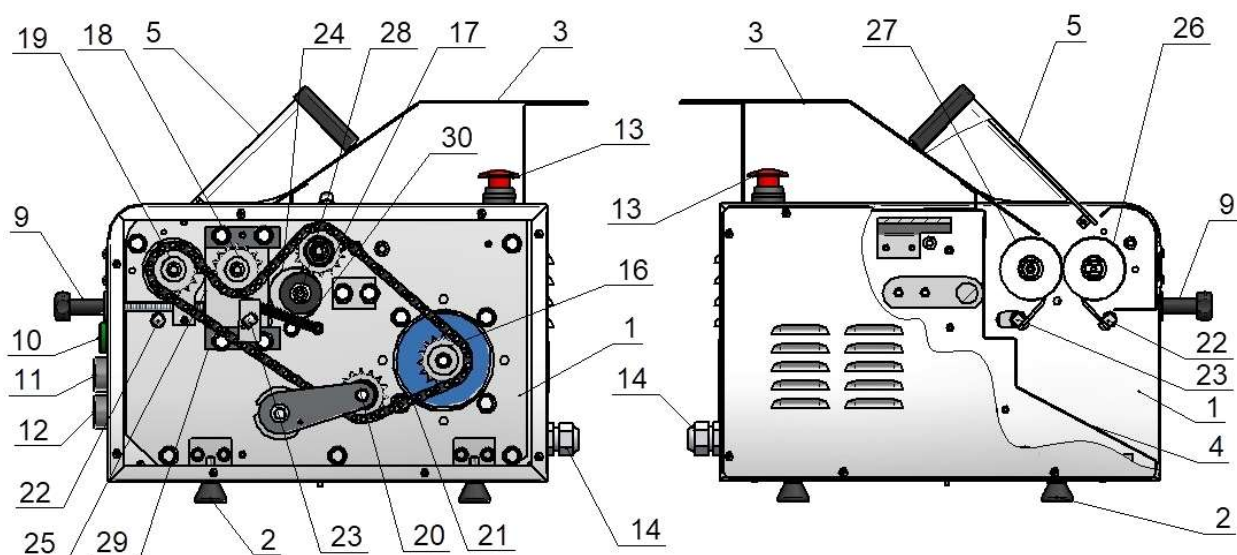
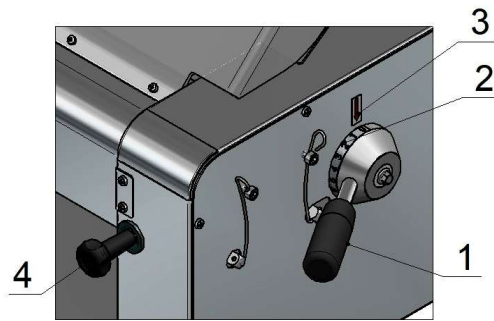

Рисунок 2
Рисунок 3
7.3.3 **Регулировка толщины диска из теста** осуществляется изменением расстояния между скалками: передней (26) и подвижной (27) (см. рис.2). Для изменения расстояния между передней и подвижной скалками (см. рис.3) поверните рычаг (1), расположив необходимое значение лимба (2) под стрелкой указателя (3): для уменьшения расстояния – против часовой стрелки, для увеличения — по часовой стрелке. Дополнительная фиксация положения рычага (1) не требуется.
7.4.6 Окончательную раскатку заготовки теста произведите при установке подвижной скалки до упора, установленного при помощи рукоятки (4) (см. рис.3).